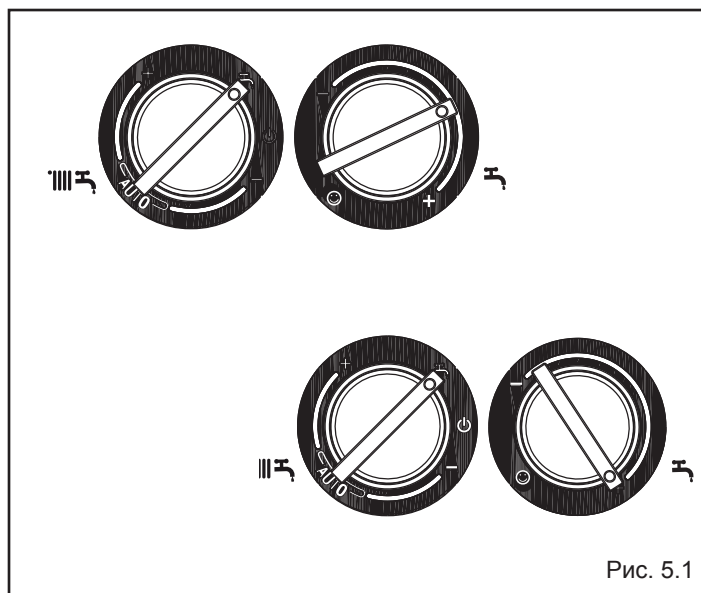

Рис. 5.1
- установите переключатель режимов работы режим «лето» «☀» (рис. 5.1)
- установите регулятор температуры в контуре ГВС (рис. 5.1) на максимальное значение.
- Откройте кран подпитки (рис. 5.1а) и держите его открытым до тех пор, пока давление не поднимется до уровня от 1 до 1,5 бар.